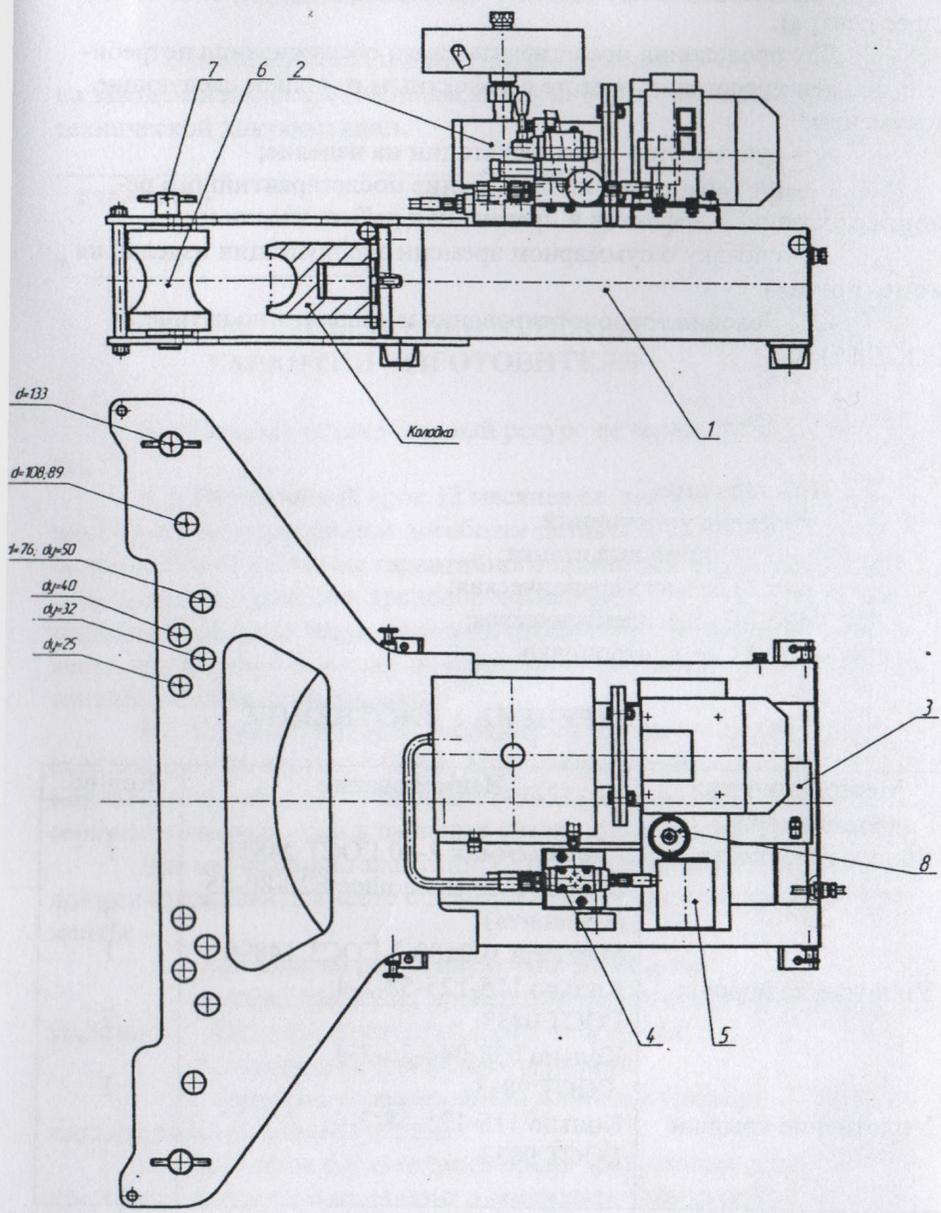

Рис.1 Общий вид станка
Станок (Рис.1) состоит из сварной рамы 1, на которой установлены насосный агрегат 2, гидроцилиндр 3, блок управления 4, магнитный пускатель 5, которые закрыты сверху ограждением (не показано). На боковой стороне ограждения имеется съемная крышка для допуска оператора к управлению станком.
- рис.1 Общий вид станка;